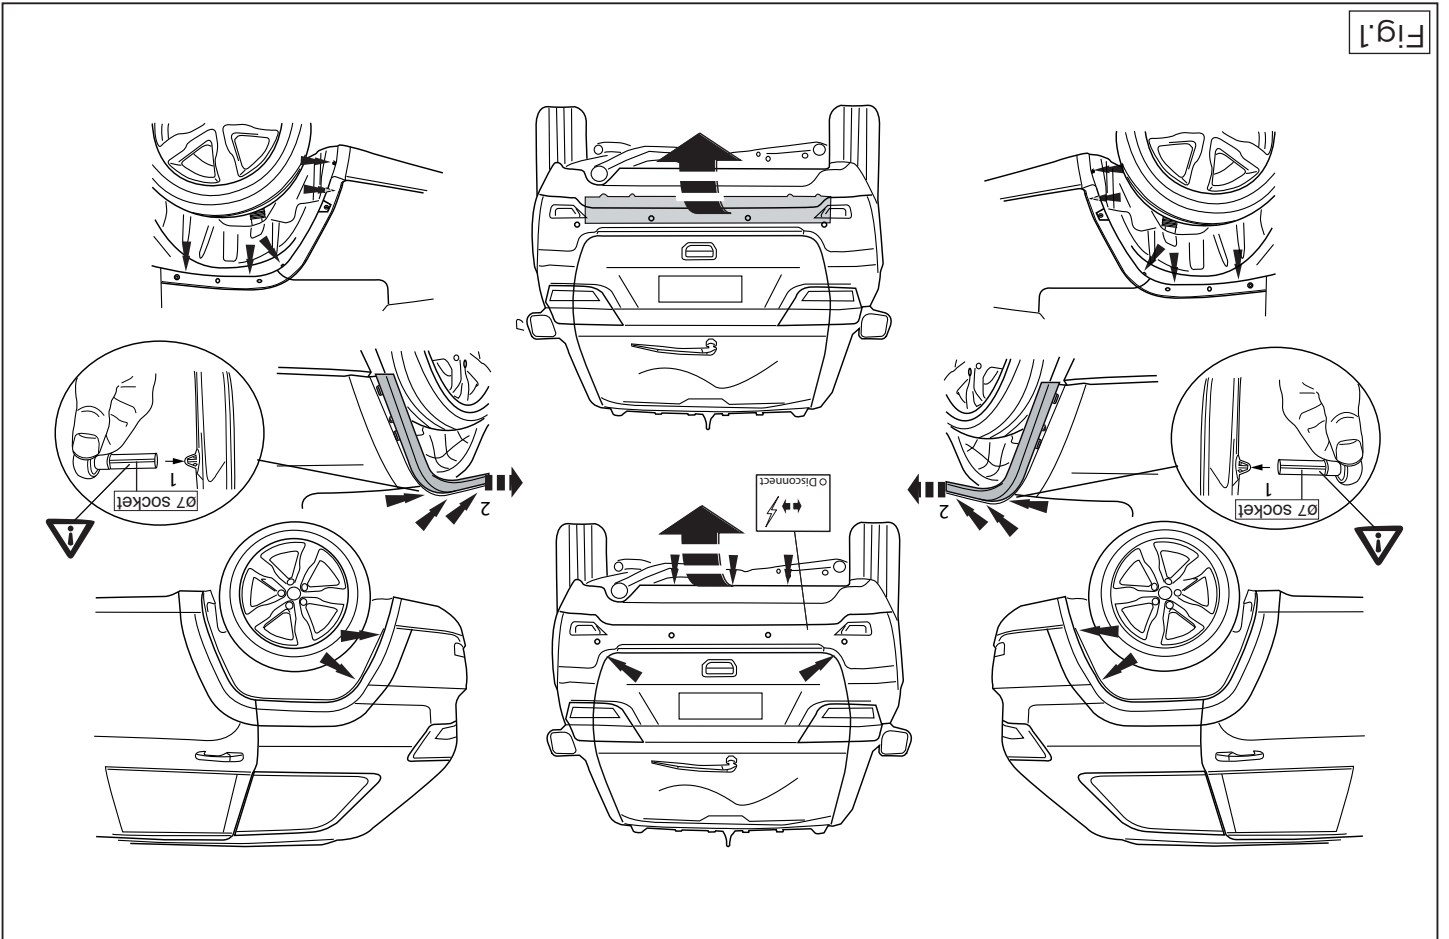

Fig.1
1. Demonteer de bumper inclusief de stalen stootbalk van het voertuig, de stootbalk wordt niet meer gebruikt. (zie fig. 1)
1. Remove the bumper and the steel buffer beam from the vehicle. The buffer beam will no longer be needed. (see fig. 1).
1. Die Stoßstange einschließlich des stählernen Stoßbalkens vom Fahrzeug abmontieren. Der Stoßbalken wird nicht mehr benötigt. (siehe Fig. 1).
1. Demontera stötfångaren inklusive stötranden av stål från fördonet, stötranden förfaller. (se fig. 1).
1. Déposer le pare-chocs du véhicule y compris la traverse en acier ; la traverse ne sera plus utilisée. (voir la fig. 1).
1. Demonter kofangeren, inklusive køretøjets stålstødbjælke. Denne bliver overflødig. (jævnfør fig. 1).
1. Снять бампер вместе со стальным буферным брусом автомобиля; буферный брус больше не понадобится. (См. рисунок 1).